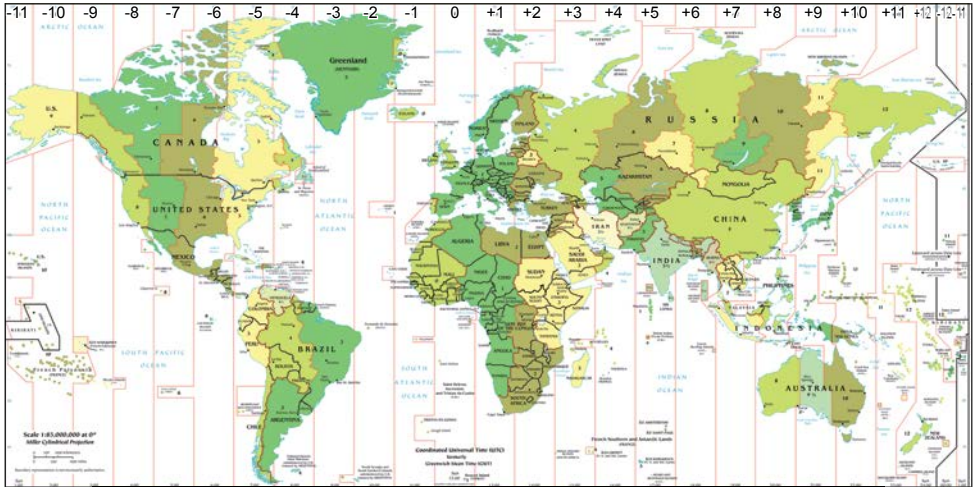

Abb. 23 Zeitzonen
- ▶ Zeitzone GMT (z. B. +1 in Deutschland, siehe Abb. 23)